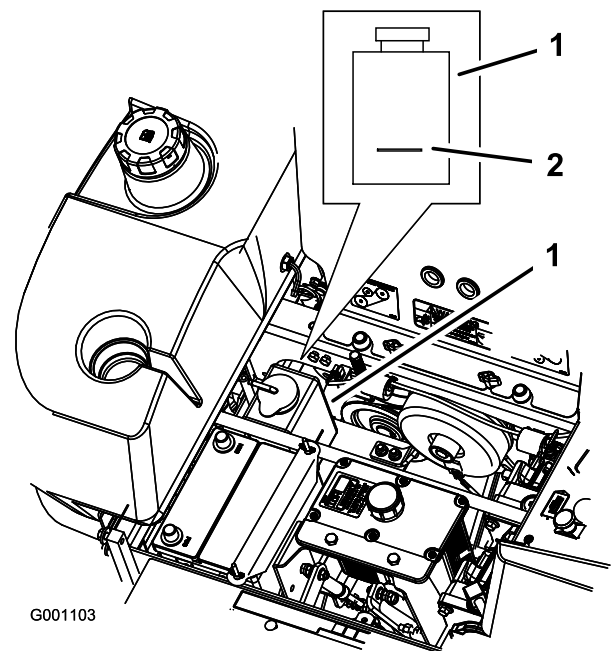

Figure 64
3. Lorsque le moteur est froid, vérifiez le niveau de liquide dans le vase d'expansion. Le liquide doit atteindre la bosse à l'extérieur du vase d'expansion (Figure 64).
4. Si le niveau de liquide est insuffisant, versez un mélange 50/50 d'antigel longue durée et d'eau dans le vase d'expansion (Figure 64).
5. Versez une quantité suffisante de mélange 50/50 dans le vase d'expansion pour atteindre le trait de repère (Figure 64).